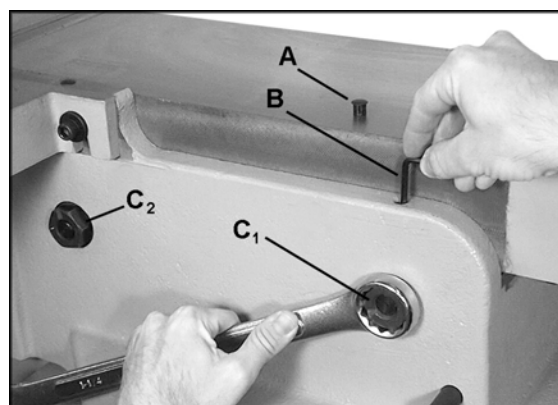

Рис. 22
9. Каждый стол оснащен эксцентриковым регулировочным устройством – по два сзади и спереди (С, Рис. 22 показано одно из устройств).
11. Извлеките заглушку (А, Рис. 22) из отверстия в той части стола, где требуется регулировка.
12. В отверстии закручены два установочных винта. С помощью 4 мм шестигранного ключа (В, Рис. 22) ослабьте верхний винт, поворачивая ключ против часовой стрелки. Извлеките верхний установочный винт из отверстия.
14. Поворачивайте шестигранную гайку (С1, Рис. 22) с помощью 32 мм гаечного ключа. **Данная регулировка очень чувствительна, поэтому ее следует производить аккуратно.**
- ПРИМЕЧАНИЕ: направление закручивания шестигранных гаек с левой и правой резьбой отличается; если используется гайка с правой резьбой (С1, Рис. 22), то чтобы поднять данную сторону стола, гайку следует крутить по часовой стрелке, а чтобы опустить – против часовой. Гайку с левой резьбой (С2, Рис. 22) следует крутить наоборот.
16. По завершении регулировки затяните нижний установочный винт с помощью шестигранного ключа (В, Рис. 22).
18. Снова вставьте заглушку (А, Рис. 22), чтобы в отверстие не попадали пыль и опилки.